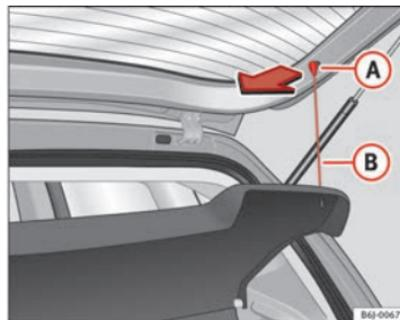

Abb. 99 Hutablage
- Hängen Sie die Streben → Abb. 99 B aus den Aufnahmen A aus.